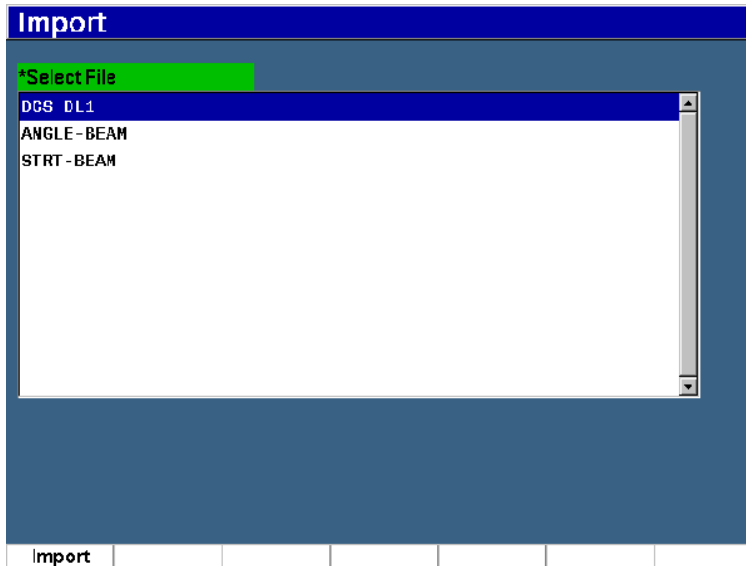

Figura 10-21 Pagina Importa (nota)
1. Premere **Importa Nota**, (tasto P7) per visualizzare la pagina **Importa** (vedere Figura 10-21 a pagina 244).